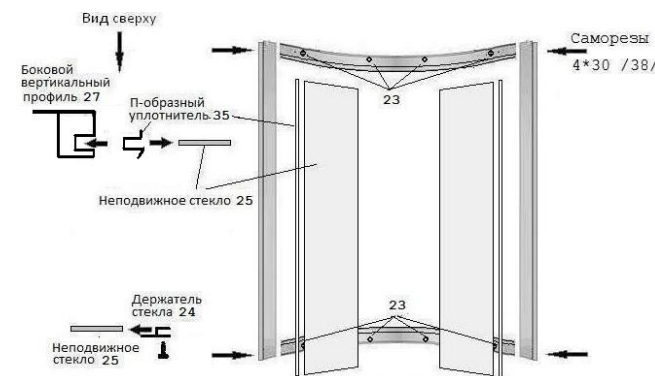

Рис.10
3.3. Сборка фронтальной стенки (рис.10).